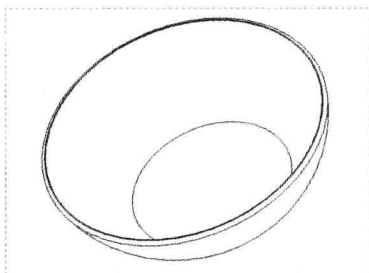

图 1-53 消隐模式显示模型
Step 03 单击“模型显示”面板中的“显示样式”下拉按钮，在弹出的下拉列表框中选择“消隐”选项，即可以消隐模式显示模型，如图 1-53 所示。